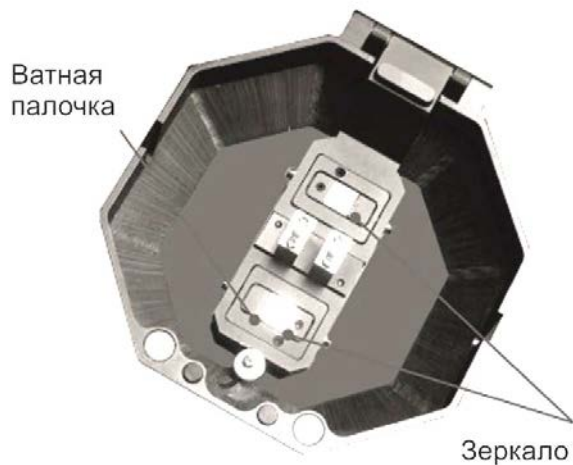

Рис. 4-4
- 1) Очистите поверхность зеркал с помощью тонкого тампона, смоченного в спирте, как показано на рис. 4-4. Удалите излишки спирта с помощью сухого ватного тампона.